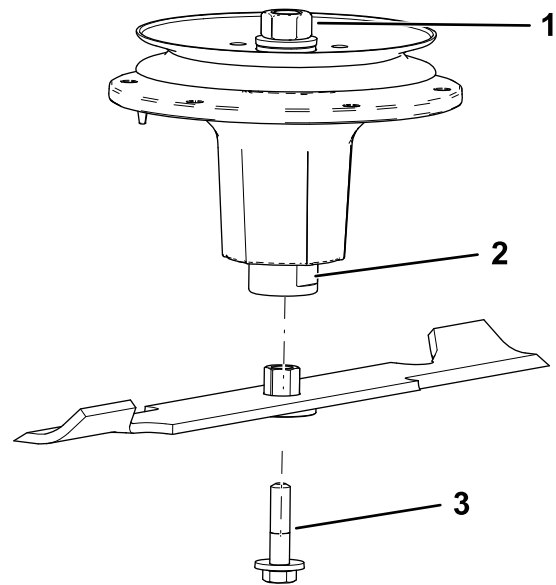

Figura 83
2. Instale el conjunto de buje/cuchilla en el eje (Figura 83).